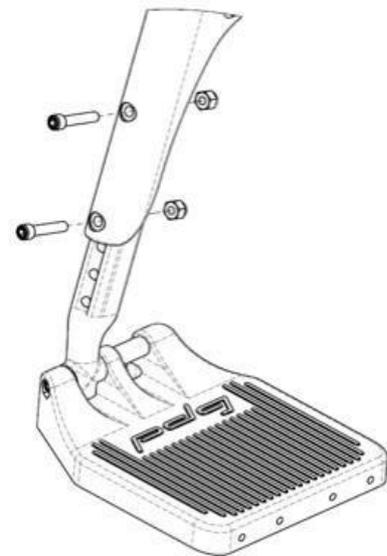

Abb. 2
1. Entfernen Sie zunächst ein eventuell vorhandenes Fersenband. Entfernen Sie dann die Schrauben und Muttern (Abb. 2) mit einem Innensechskantschlüssel.